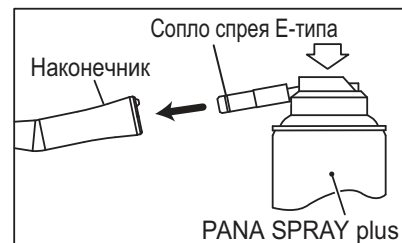

Рис. 14
- 1) Убедитесь, что символы на головке и хвостовой части наконечника совпадают и крепление головки к хвостовой части надежно. (Рис.14).